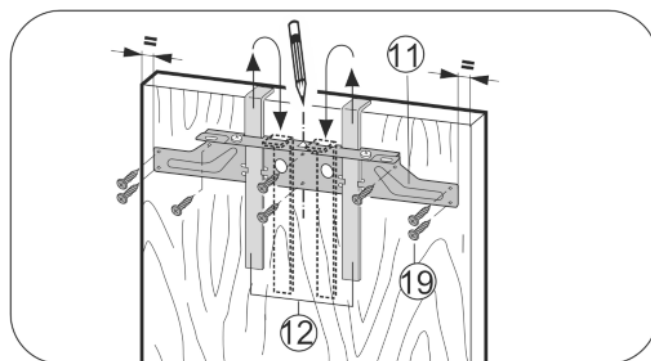

Fig. 26
- Upevňovací příčník Fig. 26 (11) zavěste pomocí montážních pomůcek Fig. 26 (12) na vnitřní stranu nábytkových dvířek.
- Upevňovací příčník Fig. 26 (11) vyrovnejte na střed dveří.
- Upevňovací příčník Fig. 26 (11) přišroubujte minimálně 6 šrouby Fig. 26 (19).
- Upevňovací příčník Fig. 26 (11) přišroubujte na okraji 4 šrouby Fig. 26 (19).
- Montážní pomůcky Fig. 26 (12) vytáhněte směrem nahoru a zasuňte je obráceně do sousedních upínacích otvorů.